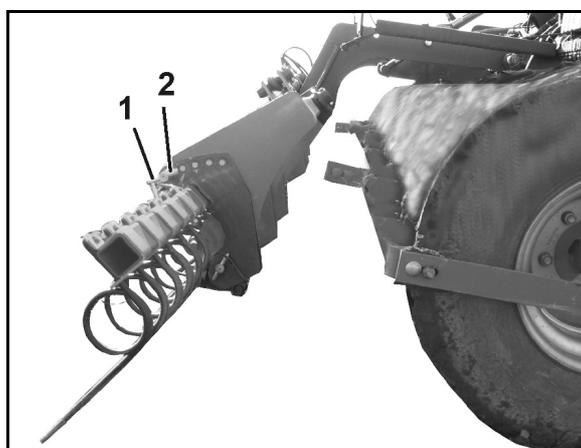

Fig. 42
- Striegeln (Fig. 42)
2. Klapstecker (Fig. 42/1) lösen.
3. Einstellbolzen (Fig. 42/2) in gewünschter Position abstecken.